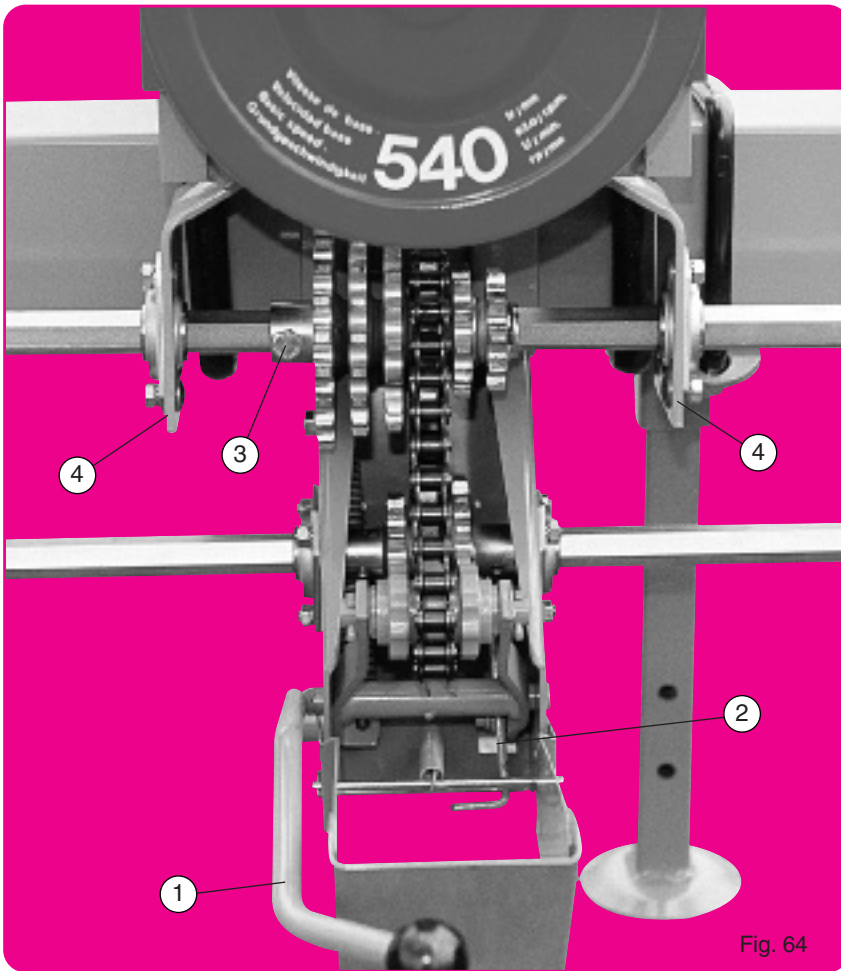

Fig. 64
- Montage normal (fig. 64) pour semoir à nombre de rangs pair et inter-rangs supérieur à 45 cm.
- Montaje normal (fig. 64) para sembradora con número par de filas y distancia entre hileras superior a 45 cm.
- Normal assembly (fig. 64) for planters with an even number of rows and inter-row spacing over 45 cm (18").